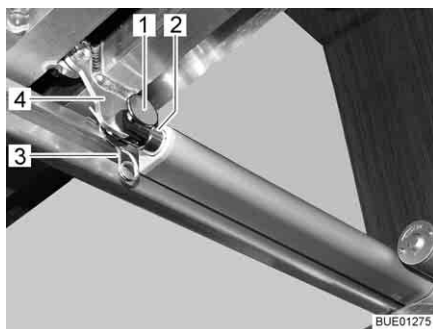

Fig. 111 Acionamento
- Separe a ligação (por ex. pino e contrapino (Fig. 111,1 e 3)) entre a biela (Fig. 111,2) e o estrado (Fig. 111,4).